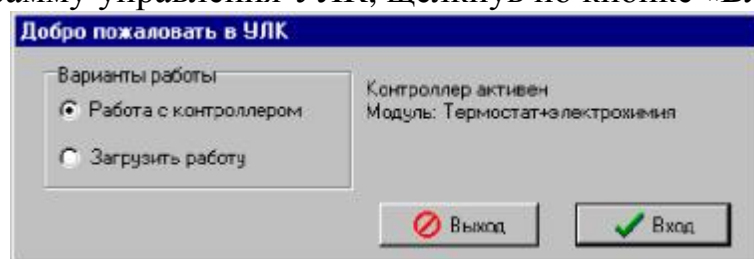

Рис. 7. Окно инициализации программы *elsms2.exe*
3. В появившемся окне инициализации («Добро пожаловать в УЛК») необходимо выбрать вариант работы с УЛК — «*Работа с контроллером*» и войти в программу управления УЛК, щелкнув по кнопке «*Вход*» (рис. 7).